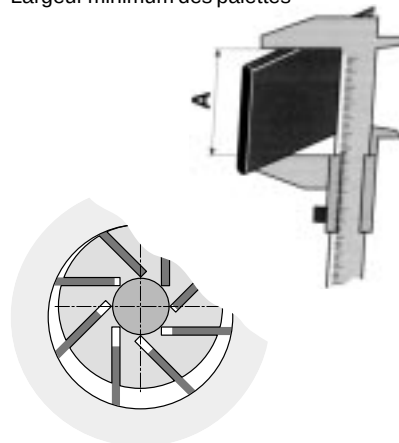

Fig. 7.1
5. Die Breite der Schieber ist nach 2000 Betriebsstunden erstmalig zu überprüfen. Danach muß die Schieberbreite alle 1000 Betriebsstunden überprüft werden. Wenn die Breite der Schieber das Mindestmaß (Fig. 7.1) unterschreitet, müssen die Schieber ersetzt werden, dazu die stirnseitige Abdeckung (Fig. 2.1) und den Flansch abgeschrauben.
5. The width of the vanes must first be checked after 2000 working hours. Afterwards the width of the vanes must be checked every 1000 working hours. If the width of the vanes is below the minimum (Fig. 7.1), they must be replaced. Remove the cover and unscrew the flange.
5. La largeur des palettes doit être contrôlée après 2000 heures de fonctionnement pour la première fois. Ensuite il faut la vérifier toutes les 1000 heures de fonctionnement. Si la largeur des palettes est inférieure à la largeur minimum (Fig. 7.1) il faut remplacer les palettes. Pour effectuer ce contrôle, il faut démonter le capot et dévisser le couvercle de cylindre.